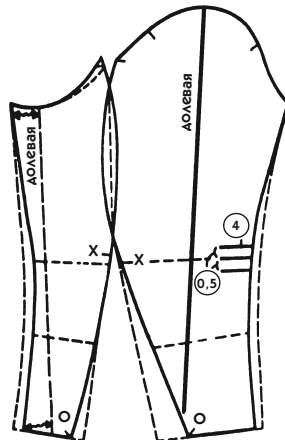

Рис. 362
3. Далее следует уравнивать длину локтевых срезов (см. коррекцию оката рукава на рис. 362).
4. Укажите направление долевой нити в соответствии с пояснениями для рукава жакета, данными к рис. 199 (см. такие же двойные стрелки на рис. 362).